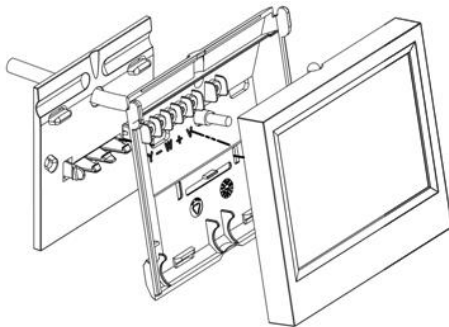

Fig. 57
El interfaz Súpermaestro está disponible para montaje en superficie (S) (Fig. 57) o montaje empotrado en pared (E) (Fig. 59).